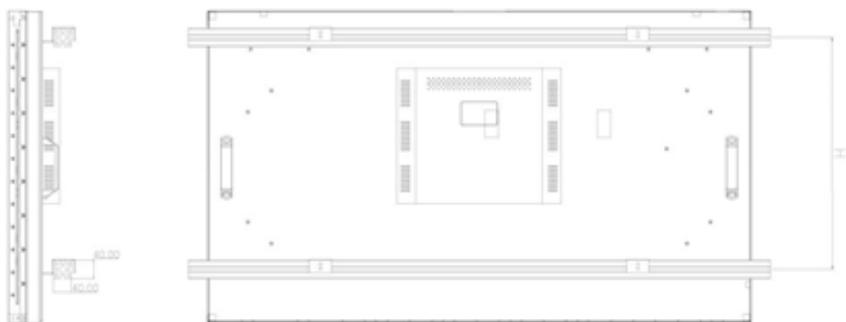

Рис. 1
5. Изделие можно использовать в горизонтальном положении. См. рис. 1 для горизонтальной установки.
- Выполнять горизонтальную установку, как показано на рис. 1. Нельзя переворачивать экран.